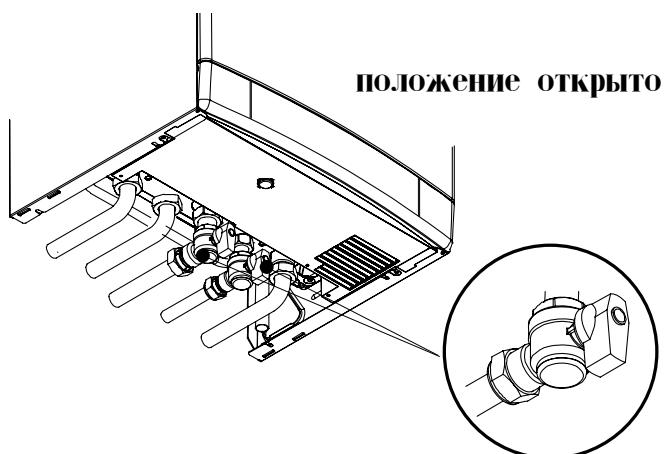

рисунок 6.1
- Откройте газовый кран 8 (рисунок 6.1) на устройстве и проверьте подключение на отсутствие утечек.